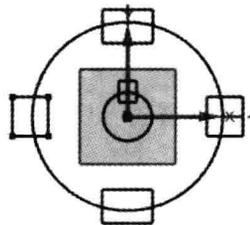

图 2.8 镜像 2
Step6. 以 Y 轴为镜像中心，镜像绘制第四个矩形，如图 2.8 所示。